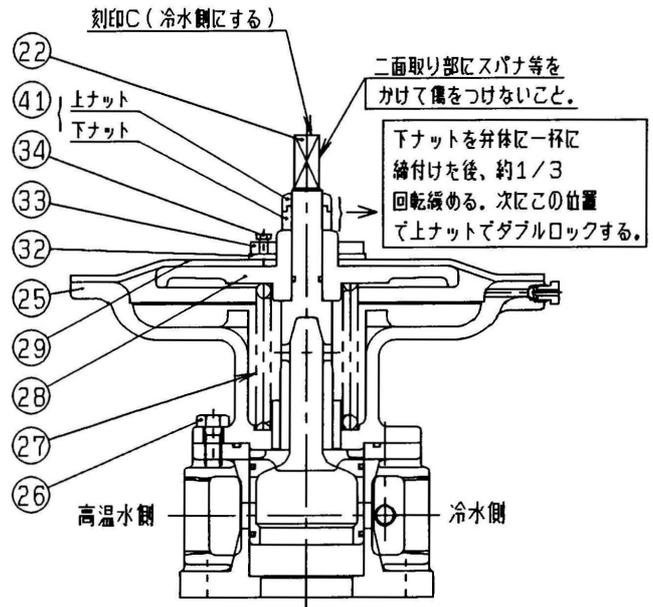

図 7. ダブルナットの締付け方
(1) 組立ては各部品を清掃後、分解の場合と逆の順序で実施してください。
(2) Oリング(24)、(40)及び(45)には、シリコングリス又はデフリックグリスを塗布してください。
(3) ダイヤフラム(29)を締付ける際は、ダイヤフラム押え(32)がダイヤフラム受(28)に当たるまで六角ボルト(34)をしっかりと締付けてください。
(4) ダブルナット(41)を締付ける場合は図7(6頁)の要領で実施してください。ダブルロック後、ダブルナット(41)を回して一緒に弁体(22)が軽く（回転トルク 294 N・cm 以下）回ることを確認してください。軽く回らないときは、もう一度よく下ナットの位置を確かめて締め直してください。